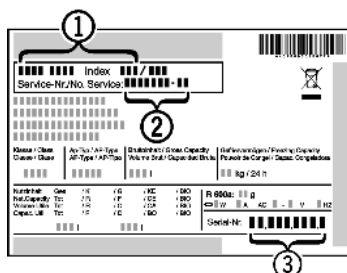

Fig. 9
▶ Apparaataanduiding Fig. 9 (1), service-nr. Fig. 9 (2) en serie-nr. Fig. 9 (3) van het typeplaatje aflezen. Het typeplaatje bevindt zich aan de linkerkant binnen in het apparaat.
- ▶ Contact opnemen met de Technische Dienst en het probleem, apparaataanduiding Fig. 9 (1), service-nr. Fig. 9 (2) en serie-nr. Fig. 9 (3) mededelen.